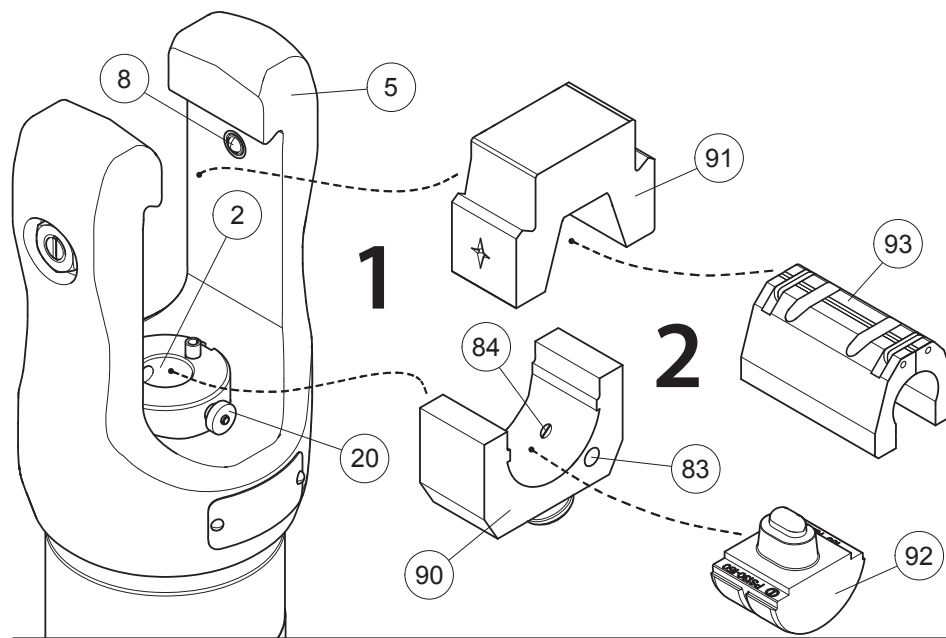

FIG. 3
Des adaptateurs appropriés permettent également d'utiliser toute la gamme de matrice de mise au rond et des matrices communes aux outils **Cembre** de la série 130 kN réalisant un poinçonnage profond, matrice fermée, sur câbles aluminium de 240 mm² maxi (voir tab. **A** et **B** et fig. 3).
5. EMPLOI SUR CONNECTEURS POUR CABLES EN ALUMINIUM D'UNE SECTION DE 16 A 240 mm² (Réf. à Fig. 3)